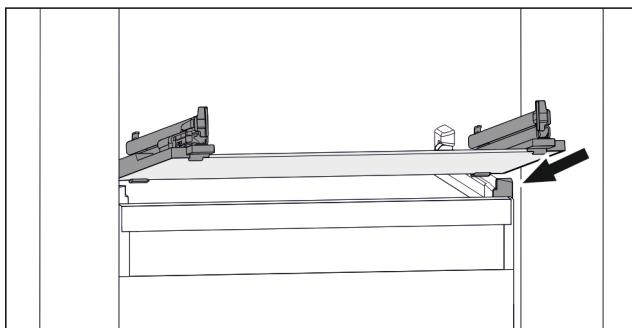

Fig. 138 Príklad zobrazenia sklenej dosky
- Nasadte sklenenú dosku šikmo za zarázkami. (pozri Fig. 138)